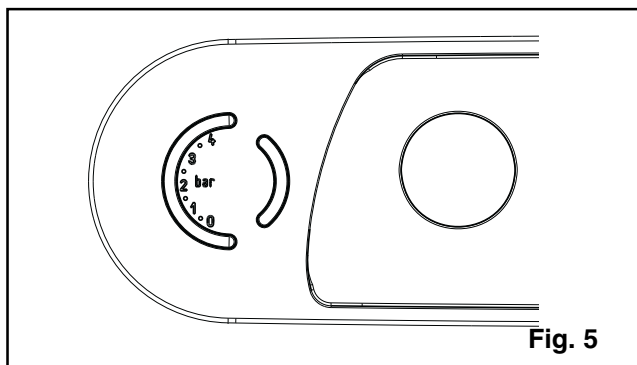

Fig. 5
- abrir la llave de llenado (C, en la caldera para C.A.I. y C.S.I., exterior para R.A.I. y R.S.I.) hasta que la presión indicada por el hidrómetro esté aproximadamente en 1 bar (fig. 5).